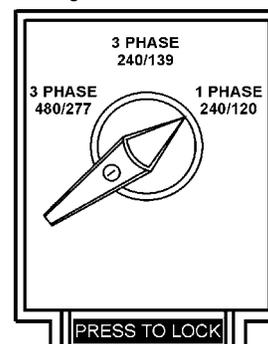

**Figure 25. Cosses UVWO Connexions 3Ø-480/277V**
2. Connectez les fils de charge aux cosses UVWO comme l'indique la Figure 25.